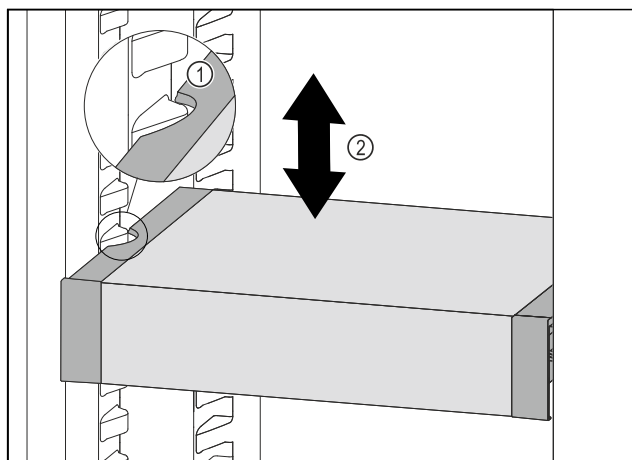

Fig. 108
- Táhněte VarioSafe dopředu, dokud nebudou boční vybrání VarioSafe na úrovni žebrování na nádoby v chladniče. Fig. 108 (1)
- Posouvejte VarioSafe v chladniče nahoru nebo dolů, dokud nedosáhnete požadované výšky. Fig. 108 (2)